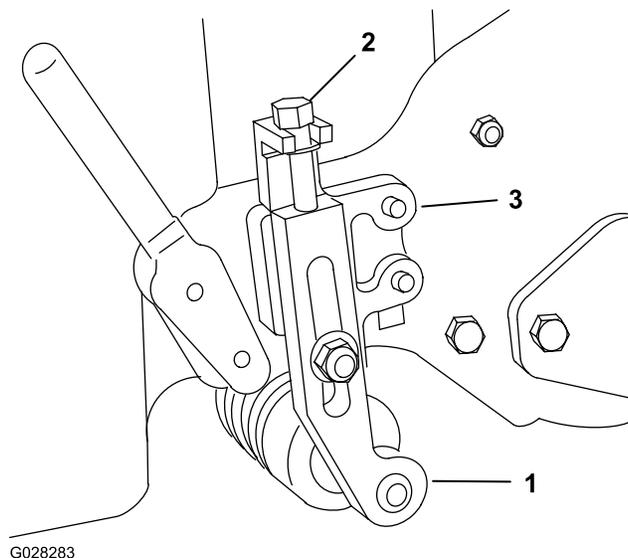

Bild 4
1. Entfernen Sie die Sicherungsmuttern, mit denen die Schnitthöhenarme an den Schnitthöhenhalterungen befestigt sind (**Bild 4**).
3. Entfernen Sie die Einstellschraube vom Schnitthöhenarm (**Bild 4**).